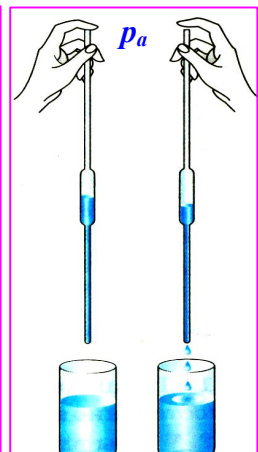

Рис. 51.3. Прибор для взятия проб жидкости.
4. На рис. 51.3 изображен прибор ливер, служащий для взятия проб различных жидкостей. Ливер опускают в жидкость, затем закрывают пальцем верхнее отверстие и вынимают из жидкости. Когда верхнее отверстие открывают, из ливера начинает вытекать жидкость. Проделайте опыт и объясните действие этого прибора.